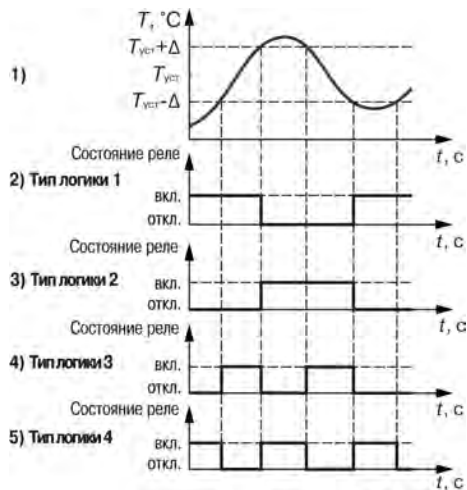

Рисунок 7.3 – Типы логики
- **Тип логики 1 «Прямой гистерезис»** (рисунок 7.3, график 2) используется для сигнализации о достижении контролируемым параметром значения ниже заданной границы. Выходное реле «Авария объекта» включается при температурах $T < T_{уст} - D$, а выключается при